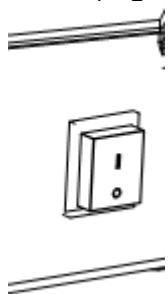

Figura 2
- s. Coloque el interruptor en la posición I y compruebe que el ventilador funciona correctamente. (Figura 2)